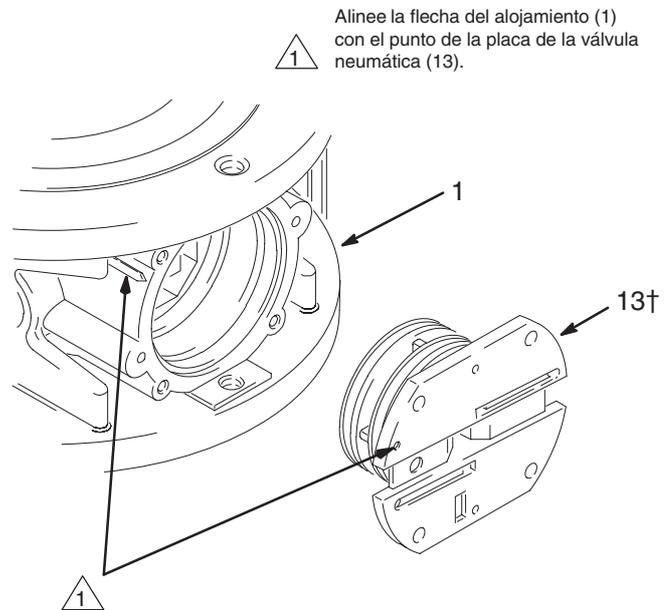
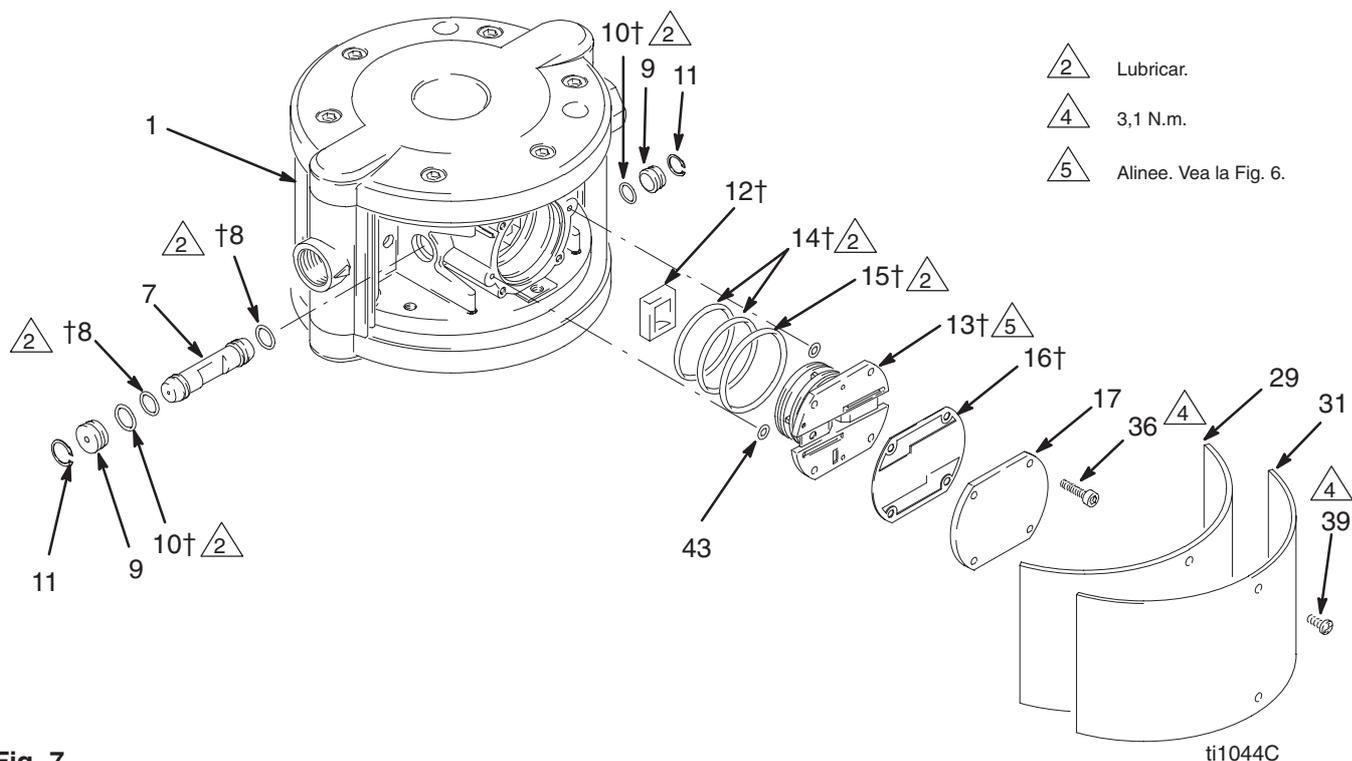

Fig. 6
Fig. 7
1. Retire la tapa lateral (31) y el amortiguador de fieltro (29).
2. Saque los cuatro tornillos (36), la tapa de la válvula neumática (17) y la junta (16). Consulte la Fig. 7.
3. Vea la Fig. 6. Tenga en cuenta la orientación de la placa de la válvula neumática (13). Saque la placa del alojamiento central (1). Saque las tres juntas tóricas (14, 15) y las dos juntas tóricas (43) de la placa. Vea la Fig. 7.
4. Saque la copela de la válvula de aire (12) del alojamiento central (1).
5. Retire las juntas de retención (11) y el tapón (9) de ambos lados, y deslice el carro (7) sacándolo del alojamiento central (1). Retire las juntas tóricas (8, 10) del carro y del tapón.
1. Lubrique las juntas tóricas (8†) e instélaslas en el carro (7). Deslice el carro hasta el interior del alojamiento central (1) de forma que la muesca quede dirigida hacia afuera, tal como se indica en la Fig. 7.
2. Lubrique cada junta tórica (10†) e instélaslas en los tapones (9). Introduzca el tapón en cada lado para fijar el carro (7). Instale los anillos de retención (11) para sujetar todas estas piezas.
3. Instale la copela de la válvula neumática (12†) en la muesca del carro (7) de forma que el lado abierto esté dirigido hacia afuera.
4. Instale dos juntas tóricas (43) en el escariador del motor neumático.
5. Lubrique la junta tórica grande (15†) y las dos pequeñas (14†) e instélaslas en la placa de la válvula neumática (13†). Alinee el punto de la placa con la flecha del alojamiento central (1) tal como se indica en la Fig. 6. Instale la placa en el alojamiento.
7. Vuelva a instalar la tapa de la válvula de aire (17) y los tornillos (36). Apriete los tornillos a un par de 3,1 N.m.
9. Vuelva a instalar el amortiguador de fieltro (29) y la tapa lateral (31). Vea la página 14.